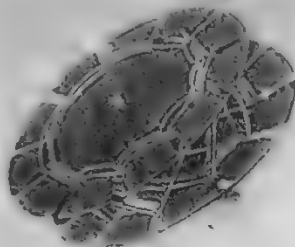

Рис. 2.
**КАТУШКИ** типа сотовых (или Риктон) можно мотать на двух картоновых дисках с прорезами, как показано на рис. 2. Такие